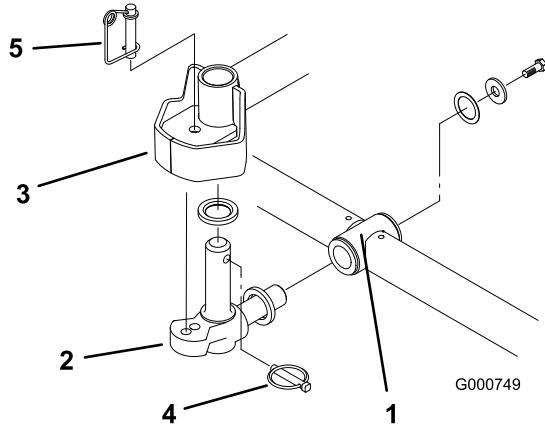

Figura 16
6. Introduza uma anilha de encosto no eixo horizontal da articulação como se mostra na (Figura 16).
7. Introduza o eixo horizontal da articulação no tubo de montagem da estrutura de suporte (Figura 16).
8. Fixe a articulação na estrutura de suporte com uma anilha de encosto, uma anilha de cabeça chata e um parafuso de cabeça flangeada (Figura 16).
9. Introduza uma anilha de encosto no eixo vertical da articulação (Figura 16).
10. Se tiver sido removido, introduza o eixo vertical da articulação no encaixe de eixo do braço de elevação (Figura 16). Posicione a articulação entre os dois amortecedores de centragem de borracha existentes no lado de baixo da placa de direção do braço de elevação.
11. Introduza o pino de sujeição no orifício cruzado existente no eixo da articulação (Figura 16).
Nota: Se posição da unidade de corte tiver de estar fixa, introduza o pino de bloqueio da direção no orifício de montagem da articulação (Figura 16).
14. Fixe o cabo da mola em volta da parte inferior do pino de bloqueio da direção (Figura 16).